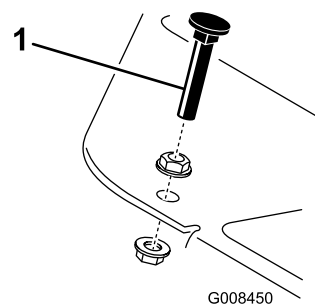

Figura 43
Pise el pedal de tracción. Si el pedal toca el tope (Figura 43) antes de que se note tensión en el cable, es necesario hacer un ajuste:
1. Afloje las contratuercas con arandela prensada que fijan el tope del pedal a la chapa de suelo (Figura 43).